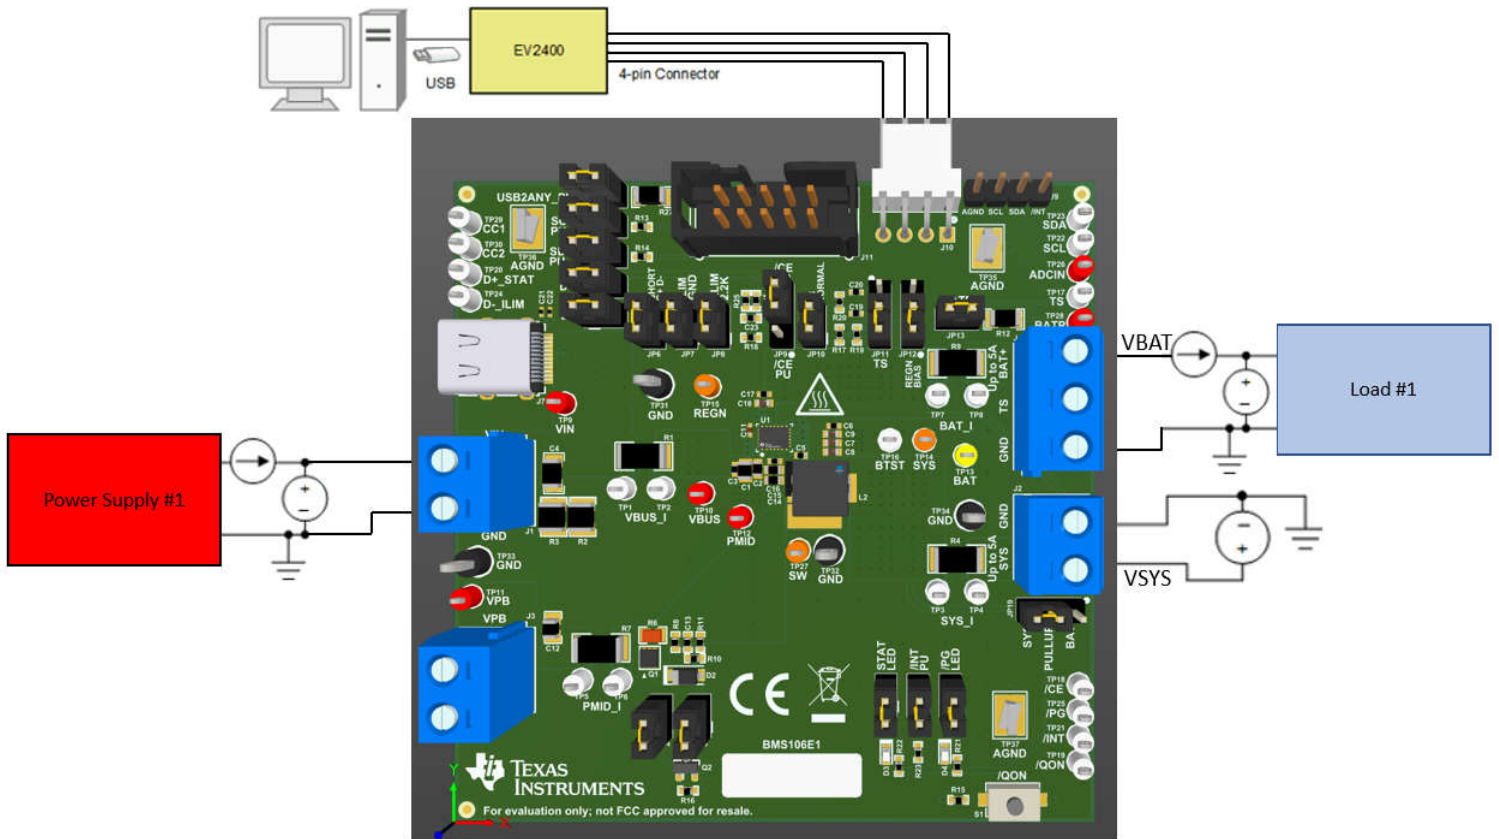

图 2-1. BQ25640 EVM 的测试设置
5. 打开负载 #1，设置为恒压模式并将输出设置为 2.5V。禁用负载。如图 2-1 中所示，将负载与电流表 (万用表) 串联到 J4 (BAT 和 PGND) 接地侧，不使用具有电流测量功能的源表。
6. 在 TP13 (BAT) 和 TP32 (PGND) 之间或者在 J4-3 和 J4-1 之间连接一个电压表，如图 2-1 中所示。
7. 在 TP14 (SYS) 和 TP32 (PGND) 之间或者在 J2-1 和 J2-2 之间连接一个电压表，如图 2-1 中所示。
9. 使用 USB 电缆将 EV2400 USB 接口板连接到计算机，使用 4 引脚电缆从 I2C 端口连接到 J10，如图 2-1 所示。
10. 按表 2-2 中所示安装分流器。请注意，图 2-1 中的分流器不一定按照表进行安装。